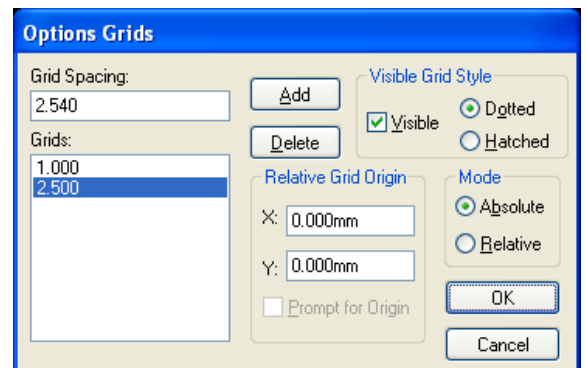

Рис. 3.6 - Диалоговое окно **Options/Grids** (Установка сеток)
- Вызвать с помощью команды **Options / Grids** (Установка сеток) диалоговое окно (рис. 3.6) и установить сетки с шагом **2,5** мм и **1** мм⁷.